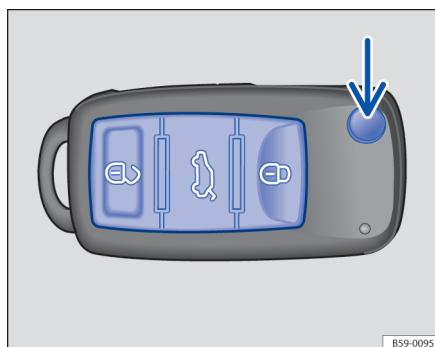

图 15 遥控钥匙
按压遥控钥匙上的按钮① ⇒ 图 15 即可将车门、行李厢盖和油箱盖板解锁。